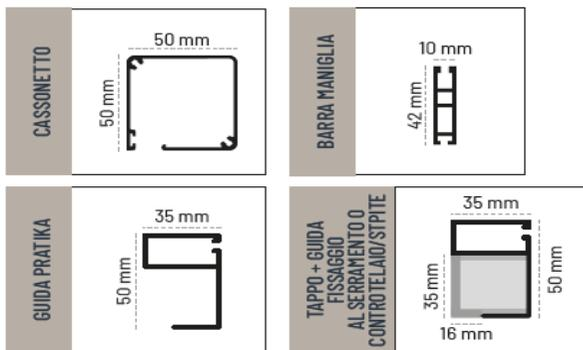

Figura 3
- Assicurarsi che ci sia lo spazio utile necessario per l'installazione della configurazione relativa ai profili prescelti (vedi figura 3).